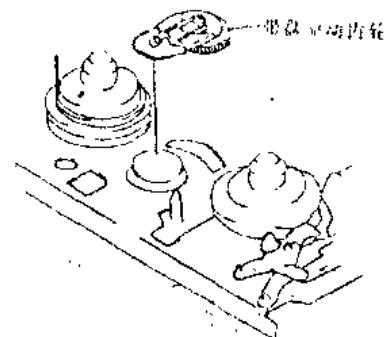

图 1-30
②从取带齿轮轴拉出带盘驱动齿轮，如图 1-30 所示。
(10) 拆卸供带盘